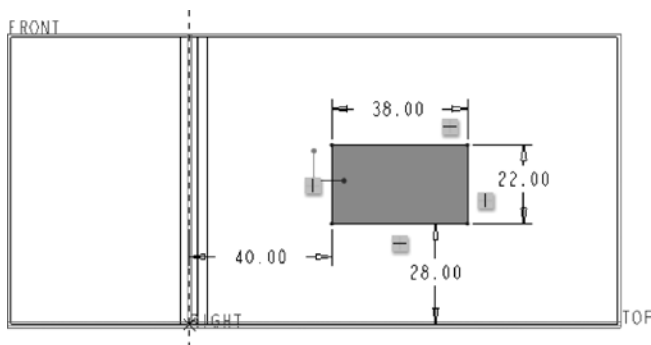

图 5-33 绘制分割区域的外形线
- (3) 绘制图 5-33 所示的封闭图形作为分割区域的外形线, 单击 (确定) 按钮。